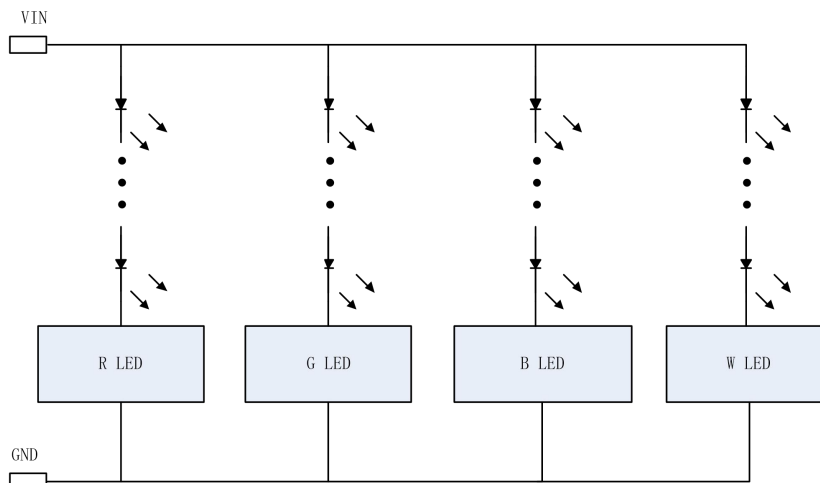

图 11.1 四路共阳连接电路示意图
5. 当 EG1302S 系统工作在 RGBW 并联工作时, 多路系统与 LEDs 模组连接推荐共阳布线, 示意图见图 11.1, 四路 RGBW LEDs 系统布局布线见图 11.2;